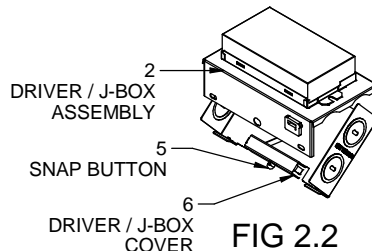

FIG 2.2
1. Pull the conduit through frame assembly (3)/ceiling cut-out (4) and make sure to have enough length to make electrical connections to the Driver/J-Box (2) from below ceiling.
2. Press snap button (5) and swing open Driver/J-Box cover (6) **FIG 2.2**. Remove appropriate knockout and assemble appropriate connector for the supply wire used. Connect ground wires to green ground leads. Connect white (common) to white (leads). Connect power supply (line) to black lead(s). Swing the Driver-Box cover (6) closed and snap firmly together with Driver/J-box assembly (2). **WARNING: DO NOT pinch wires between Driver/J-Box cover and J-Box. Consult a qualified electrician for all other options that require other wiring configurations.**
1. Tirer la conduite à travers l'ensemble cadre (3)/découpe de plafond (4) et veiller à avoir une longueur suffisante pour effectuer les raccordements électriques à l'ensemble pilote/boîte de jonction (2) depuis le dessous du plafond.
2. Appuyer sur le bouton d'encliquetage (5) et ouvrir le couvercle (6) de l'ensemble pilote/boîte de jonction. FIG 2.2. Retirer l'opercule défonçable qui convient et poser le connecteur qui convient pour le câble d'alimentation utilisé. Raccorder les fils de terre aux conducteurs de mise à la terre verts. Raccorder le fil blanc (commun) au(x) conducteur(s) blanc(s). Raccorder l'alimentation électrique (phase) au(x) conducteur(s) noir(s). Fermer le couvercle (6) du boîtier de pilote et l'enclencher fermement avec l'ensemble pilote/boîte de jonction (2). **AVERTISSEMENT : NE PAS pincer les fils entre le couvercle du Driver/J-Box et le J-Box. Consulter un électricien qualifié pour toute autre option nécessitant une configuration de câblage différente.**